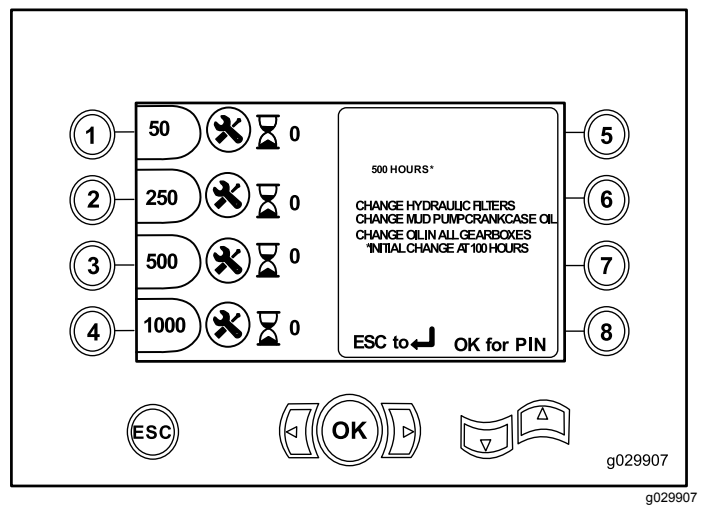

Bild 14
- Taste 3: 500 Stunden (Bild 14)